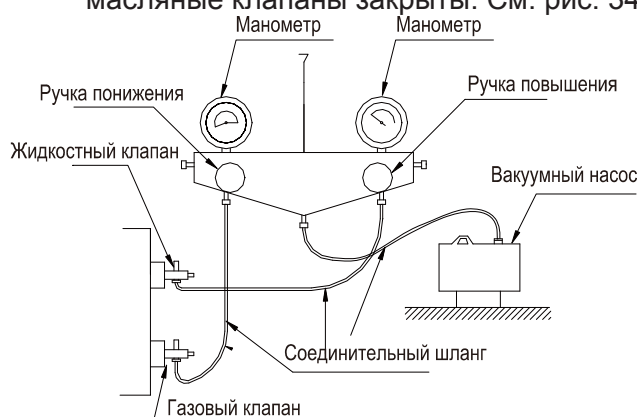

Рис. 33
- (1) Необходимо убедиться, что наружные газовые и жидкостные клапаны закрыты. После этого вакуумным насосом производится продувка воздухом из штуцеров, расположенных на жидкостных и газовых клапанах. См. рис. 33.